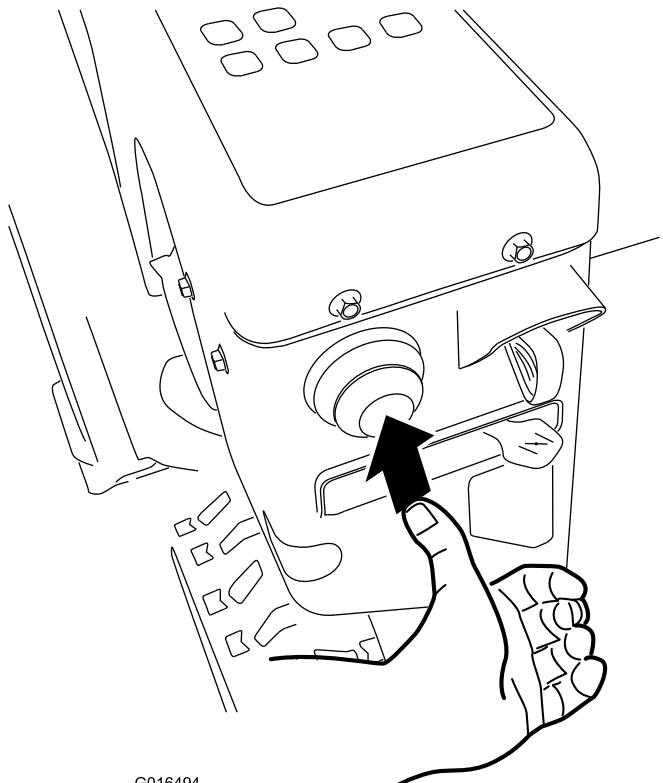

Figure 30
4. Appuyez fermement sur l'amorceur avec le pouce comme indiqué sur le graphique ci-dessous, en marquant une pause d'une seconde chaque fois (Figure 30).